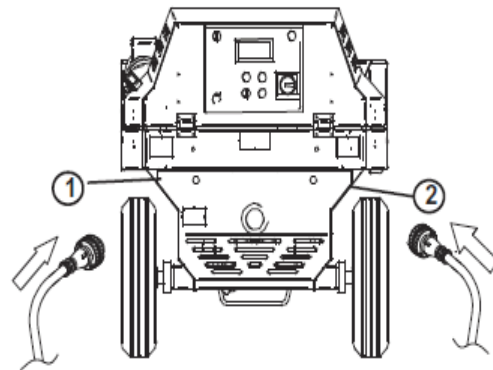

ABB. 6
10.1 STROMANSCHLUSS (siehe Abb. 6)
Das Versorgungskabel an den Stecker der Verputzmaschine (Abb. 6, Pos. 1) anschließen. Der Speisestecker mit 2 Polen + Erdung Einphasenstrom, 3 Polen + Erdung Drehstrom und der Anschluss für die Fernbedienung 3 Pole + Erdung (GELB) müssen vom mobilen Typ IP67 sein.
Die als Sonderausstattung erhältliche Mischmaschine wird an die Steckdose der Verputzmaschine angeschlossen (Abb. 6, Pos. 2).